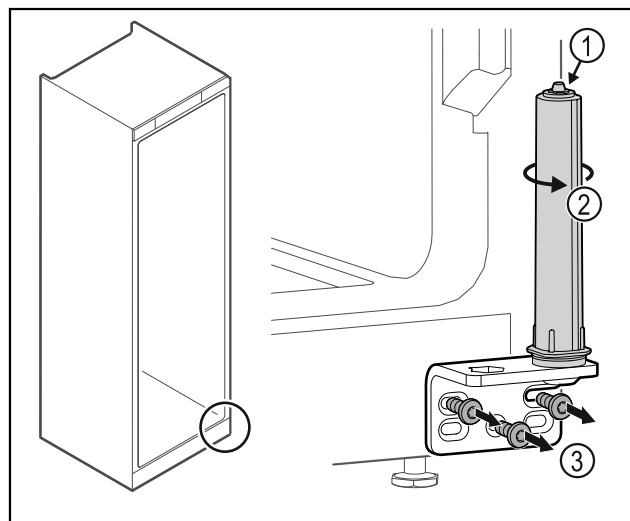

Fig. 45
- ▶ Μην αποσυναρμολογείτε το σύστημα κλεισίματος πόρτας Fig. 45 (1).
- ▶ Περιστρέψτε το σύστημα κλεισίματος Fig. 45 (2), μέχρι να κάνει κλικ.
- ▶ Ξεβιδώστε τη γωνία μεντεσέ Fig. 45 (3).